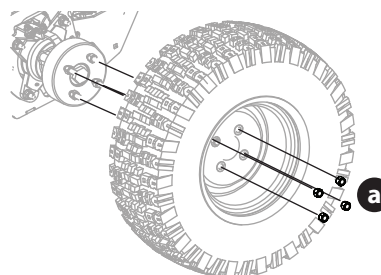

Figura 54
1. Quite las cuatro tuercas de las ruedas (a) para retirar el neumático (Figura 54).
2. Vuelva a instalar los neumáticos usando las cuatro tuercas de las ruedas (Figura 54). Ajuste las tuercas de las ruedas (a) con un par de 65-70 pies-libras (88-95 N-m).